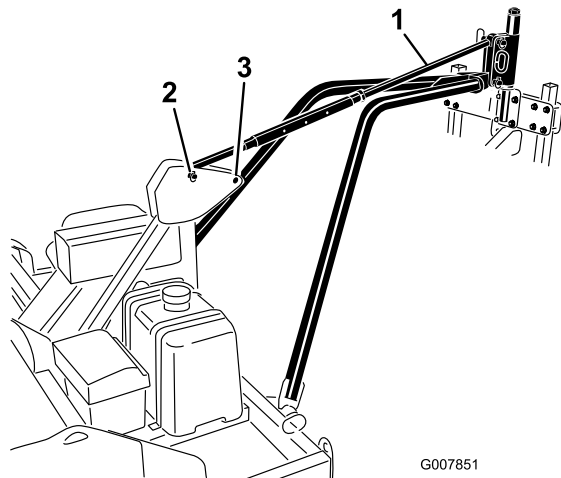

図 16
4. 牽引アーム・ヒッチ・プレートの穴を、エアレータのヒッチ・ピボットの下側の穴に合わせる (図 16)。
5. ヒッチ・ピンとリンチ・ピンを使って、牽引アームのヒッチ・プレートを、エアレータのヒッチ・ピボットに固定する (図 16)。
7. ヒッチ・ピンとリンチ・ピンを使って、ピッチ・コントロール・リンクを、エアレータのヒッチ・ピボットの上穴とフレーム・ヒッチ・ピボットに固定する (図 16)。